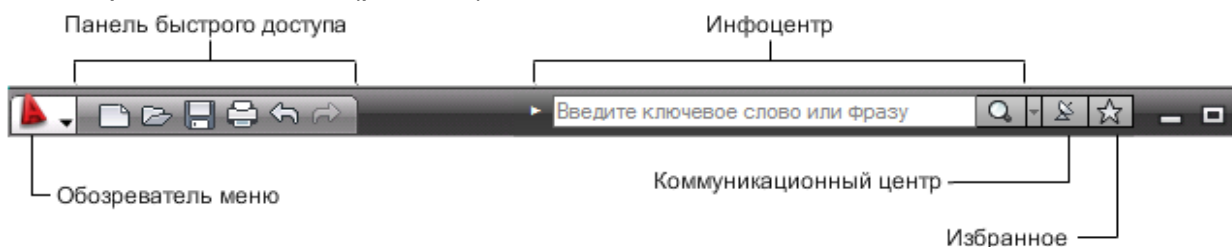

Рис.2.2 Вид окна <Классический AutoCAD>. Заголовок.
1. *Заголовок окна* содержит имена программы и обрабатываемого чертежа, а также пиктограмму обозревателя меню, панель быстрого доступа, инфоцентр, кнопки работы с окном (рис. 2.2).